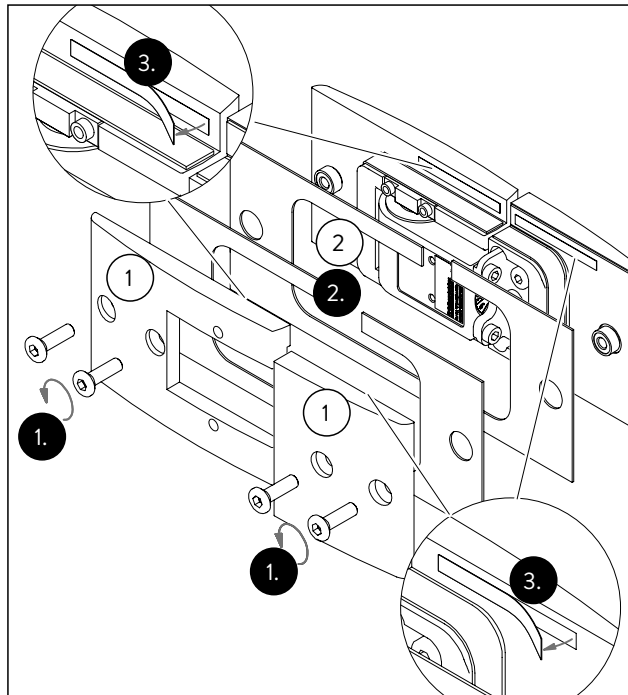

Abb. 28 Vorbereitung des Pendeltürbands
1. Die Gegenplatten (Abb. 28/1) abschrauben.
2. Die passenden Zwischenlagen (Abb. 28/2) nach Glasdicke auswählen (siehe Kapitel 4.2).